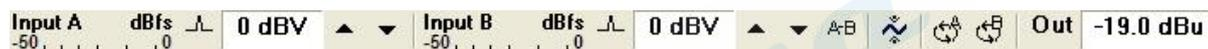

图 10-10
3) 设定输出电压为-19dBu 如图10-10（实际测量6欧姆的喇叭，根据IEC标准：1m/1W频率响应与灵敏度换算：6欧姆对应的声压为2.49V，功放为10倍数放大，故实际输出声压为0.249V（对应-10dBu），而实际麦克风到喇叭的测量距离为0.125m，比1m降低-9dBu，故最后的输出声压为-19dBu）